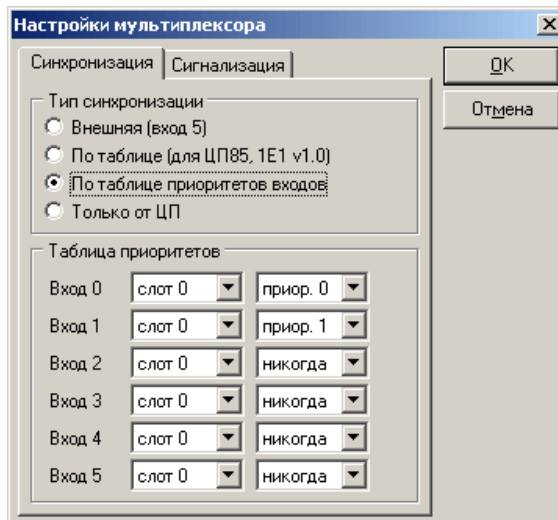

Рисунок 28
- выбрать вкладку «синхронизация» (рис. 28);